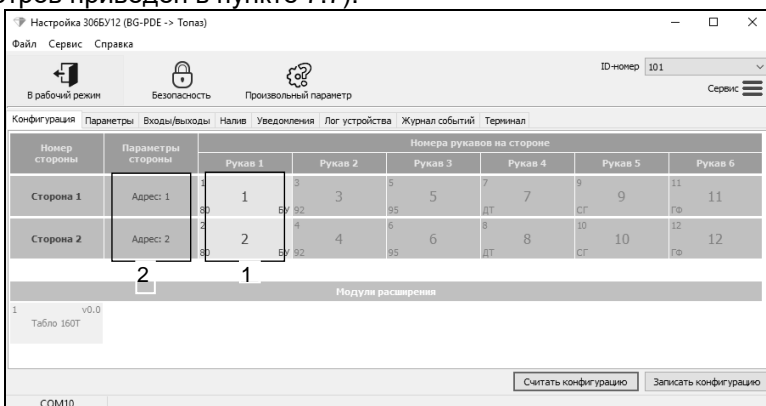

Рисунок 3
6.3 На первой вкладке программы считать конфигурацию устройства, нажав соответствующую кнопку (рисунок 3). Настроить параметры устройства: сетевой адрес, режим работы и вид топлива (полный перечень параметров приведен в пункте 7.7).